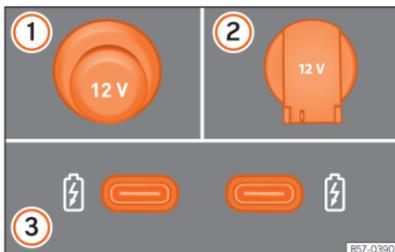

Fig. 158 Tomadas de corrente de 12 Volts do veículo
»» Fig. 158
Em função do equipamento e do país, o veículo pode dispor também de conectores USB com função **exclusivamente de carga ou tomada de corrente** »» Fig. 158 ③.